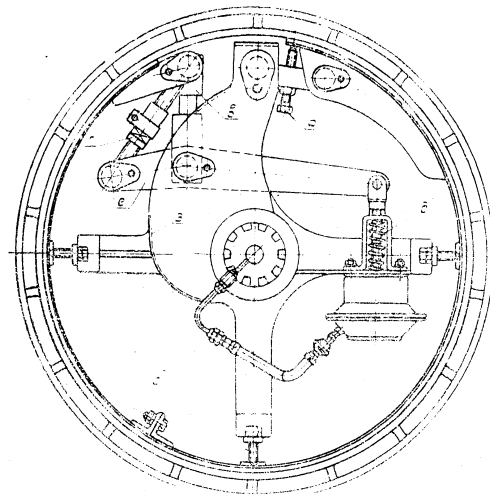

Рис. 20. Фрикционная муфта главной лебедки:
1. При включенном положении ленты отрегулировать винт «а», чтобы конец его отставал от ленты на 1,5—2 мм, и закрепить винт контргайкой (рис. 20).